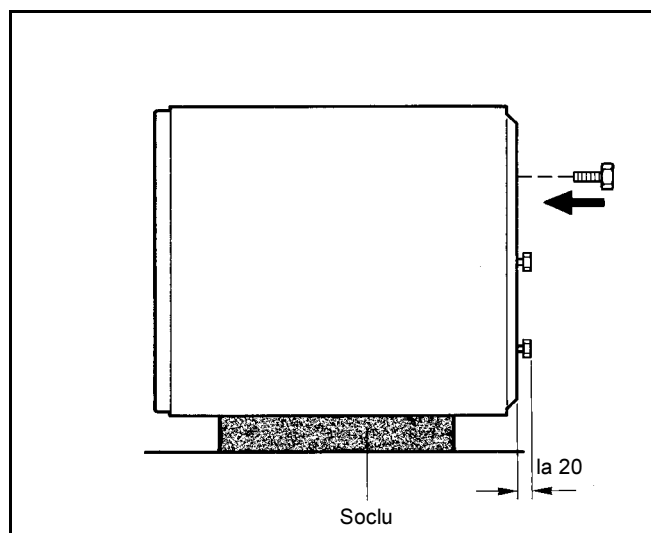

Fig. 4 Schemă de principiu
- De pe palet boilerul se poziționează cu o parte pe soclu (Fig. 4).
- 3 Suportii se înșurubează pînă la 20 mm (Fig. 4).